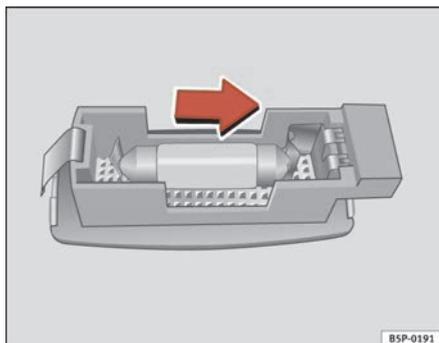

Fig. 201 Smontaggio della luce dell'aletta parasole
- Estrarre con cautela il coprifanale utilizzando il cacciavite dal lato piatto, come indicato nella figura ⇒ fig. 201.
- Rimuovere la lampada, movendola verso l'esterno nel senso della freccia ⇒ fig. 201. ■